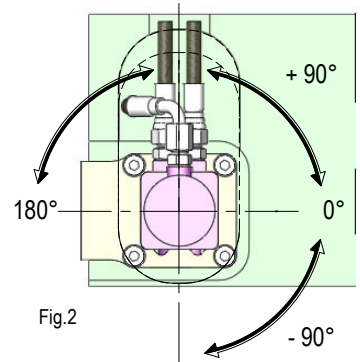

Fig.2
- Gli sfiati devono attraversare la piastra dal basso verso l'alto stampo in prossimità del martinetto. Distanza dall'asse guidavalvola: 20÷30mm (Fig.1 e Fig.2);